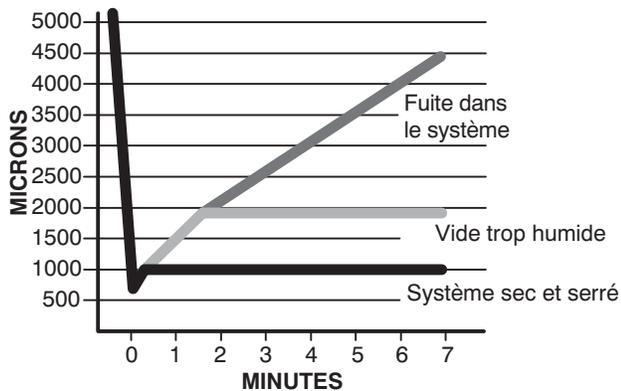

Figure 25 – Schéma du vide poussé
7. Procédez à l'évacuation en utilisant soit la méthode du vide poussé, soit la méthode d'évacuation triple (voir Figures 25 et 26).
La méthode du vide poussé nécessite une pompe à vide capable de tirer une dépression de 500 microns et un manomètre à vide capable de mesurer avec précision ce vide. La méthode du vide poussé est la meilleure méthode pour vous assurer qu'un système est exempt d'air et d'eau à l'état liquide (consultez la figure 25).